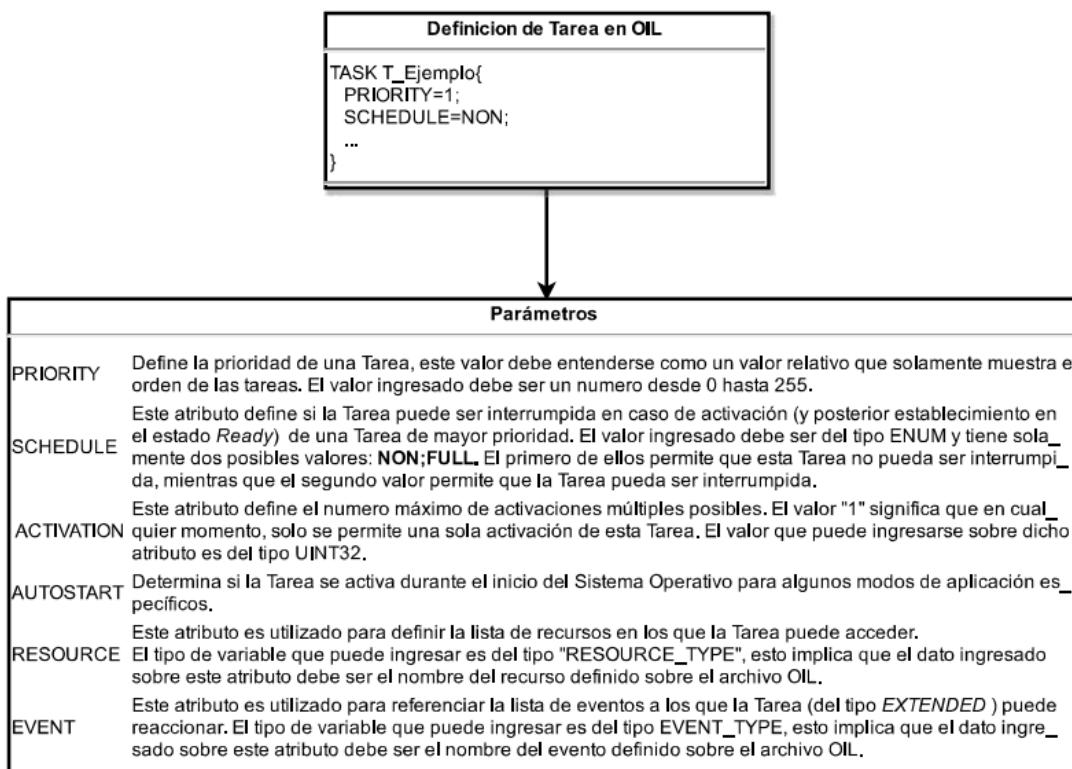

Figura 55: Definición de Tarea sobre archivo de configuración
- **Paso 5:** A continuación se define una Tarea que efectua la configuración inicial de la placa, y de los puertos GPIO utilizados para el Display 7 Segmentos. La instrucción que permite la definición de una Tarea sobre el archivo de configuracion *OIL* es *TASK*, la Figura 55 ilustra el proceso llevado a cabo.
- **Paso 6:** La tarea que se desea definir en primer lugar, necesita activarse en el momento de inicio del programa. Teniendo en cuenta los atributos explicados sobre la figura 55 ,se determina que *AUTOSTART* adquiera el valor *TRUE*. Dado que no se prevee que dicha Tarea vuelva a ejecutarse durante el desarrollo del programa, se asigna una prioridad baja y su tipo designado es *BASIC*. La Figura 56 ilustra la definición de dicha Tarea.